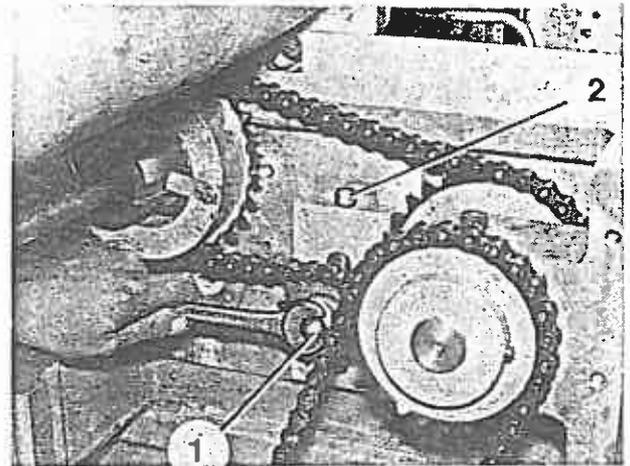

Bild 63.4
6. Zum Nachspannen Sechskantmutter (Bild 63.4/1) lösen und durch entsprechendes Verdrehen der Innensechskantschraube (Bild 63.4/2) das Spannrad versetzen. Sechskantmutter wieder festziehen.